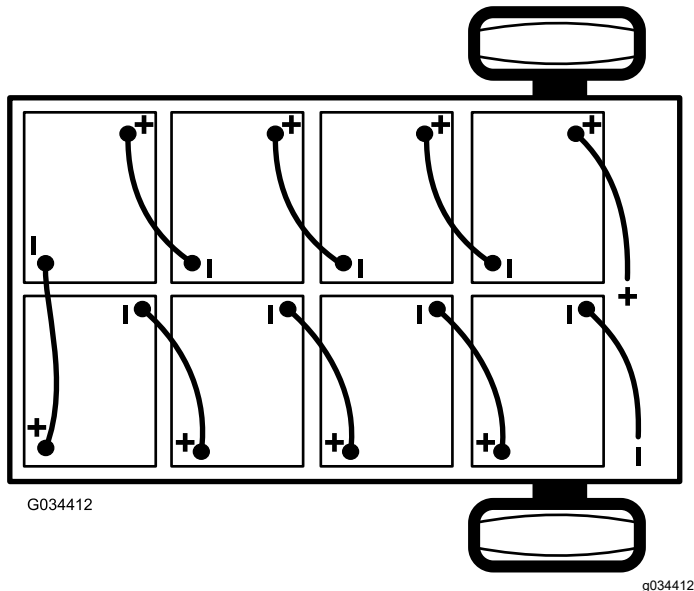

Figure 41
2. Débranchez le câble négatif principal (noir) de la batterie qui relie la rangée de batteries au point de masse de la machine (Figure 41).
- Débranchez le câble positif principal (rouge) qui relie la rangée de batteries au contacteur principal de la machine (Figure 41).
Remarque: Tenez compte de la polarité lors de la mise en place des batteries neuves (Figure 41).
- Reliez les batteries entre elles, comme montré à la Figure 41, avec les câbles d'interconnexion que vous avez retirés à l'opération 1.
- Branchez le câble positif principal (rouge) entre la rangée de batteries et la machine (Figure 41).
- Branchez le câble négatif principal (noir) entre la rangée de batteries et la machine (Figure 41).